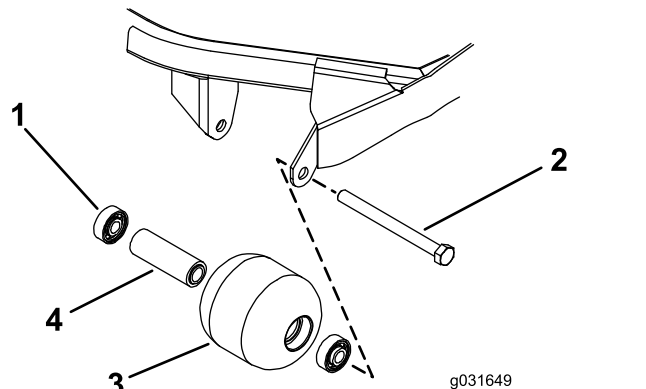

Bild 73
1. Entfernen Sie die Rollenbefestigungsschraube (Bild 73).
4. Prüfen Sie das Rollengehäuse, die Lager und das Distanzstück auf Beschädigungen (Bild 73).
1. Drücken Sie das erste Lager in das Rollengehäuse, indem Sie nur auf den äußeren Käfig oder gleichmäßig auf den inneren und äußeren Käfig drücken (Bild 73).
2. Setzen Sie ein Distanzstück ein (Bild 73).
3. Drücken Sie das zweite Lager in das Rollengehäuse, indem Sie nur auf den äußeren Käfig oder gleichmäßig auf den inneren und äußeren Käfig drücken, bis es auf dem Distanzstück aufliegt (Bild 73).